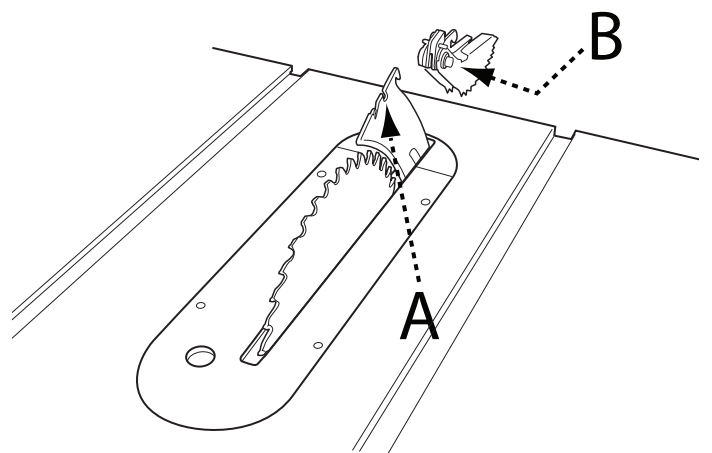

FIGURE 9
2. Le couteau diviseur est installé dans la position de coupe basse, non traversante. Pour fixer les doigts anti-retour et les ensembles protège-lame, le couteau diviseur doit être en position relevée, comme indiqué sur la Figure 9. Pour lever et abaisser le couteau diviseur, voir Réglages de la hauteur du couteau diviseur à la page 50.
1. Reportez-vous à la Figure 9 et localisez la fente de montage des doigts anti-retour (A) au milieu du bord supérieur du couteau diviseur.
2. Faites coulisser la fente au milieu de l'ensemble de doigts anti-retour le long de la partie supérieure du couteau diviseur jusqu'à ce que la tige (B) localise la fente centrale sur le couteau diviseur.
3. Enfoncez la tige sur l'ensemble de doigts anti-retour (B) pour permettre à l'ensemble de tomber dans la fente. Appuyez sur l'ensemble de doigts anti-retour jusqu'à ce qu'il s'enclenche et se verrouille. Relâchez la tige. **REMARQUE :** Tirez sur les doigts anti-retour pour vous assurer qu'ils sont bien verrouillés en place.